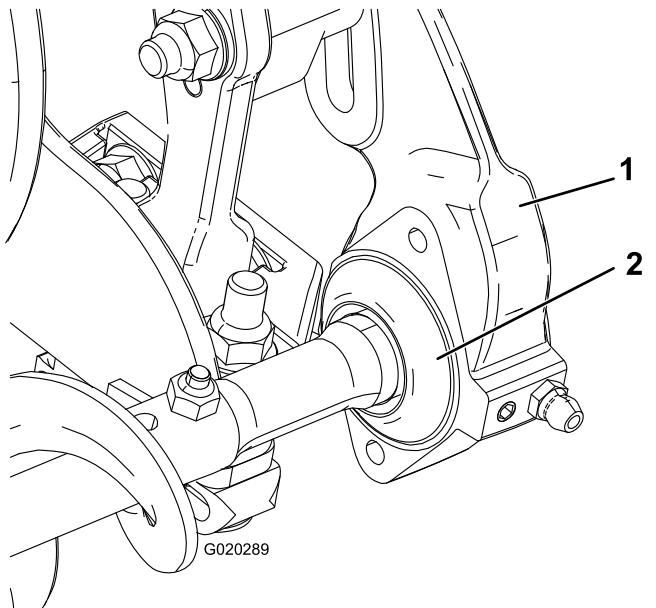

Figura 6
1. Fate scorrere ogni guarnizione verso l'esterno fino a creare un leggero contatto tra le guarnizioni a labbro e ogni alloggiamento dei cuscinetti (Figura 6).